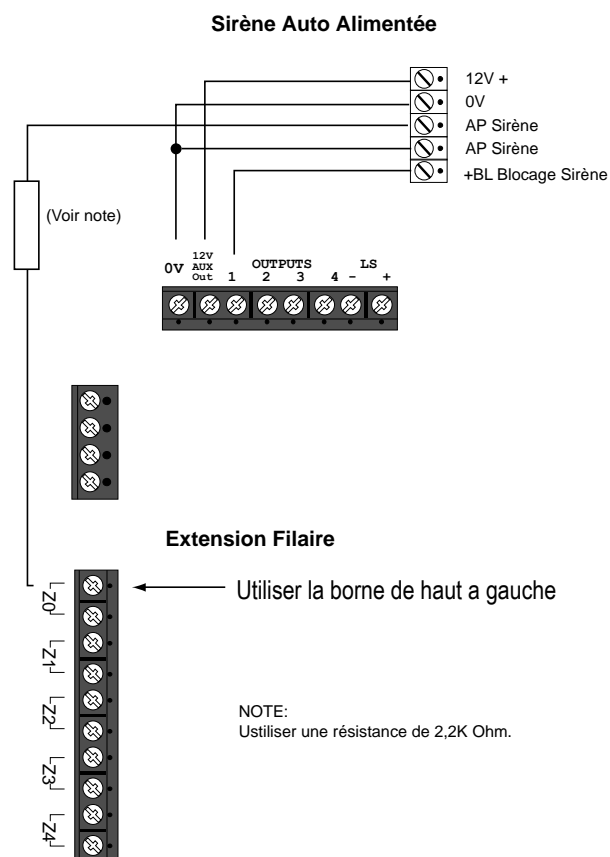

Figure 26 Câblage sirène AP ZFS sur extension
**Câblage AP sirène en ZFS.** Connecter – TR sur une zone libre par l’intermédiaire d’une résistance de 2k2, voir la figure 26. La longueur maximale doit être de 50 mètres entre la sirène et l’extension.